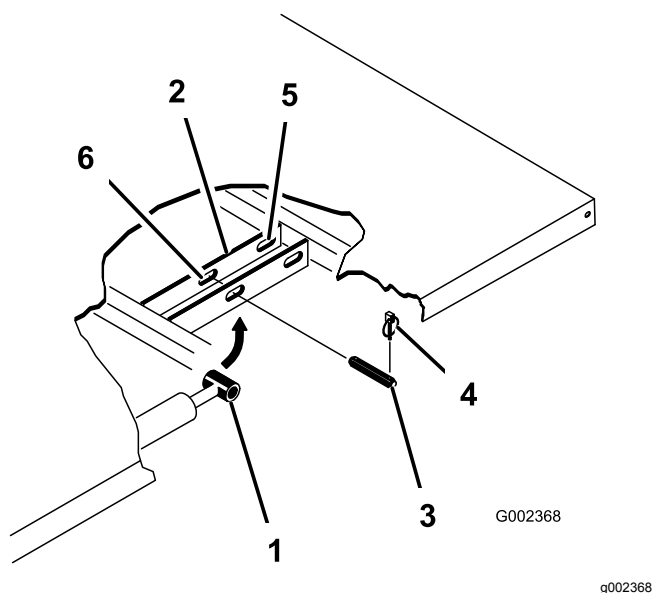

Рисунок 23
3. Удалите шплинты с кольцом из наружных концов шплинтуемых штифтов на штоках гидроцилиндров (Рисунок 23).
4. Снимите шплинтуемые штифты, крепящие концы штоков гидроцилиндров к монтажным плитам кузова, протолкнув штифты внутрь (Рисунок 23).
5. Выньте шплинтуемые шплинты, которые крепят шарнирные кронштейны к швеллерам рамы (Рисунок 23).